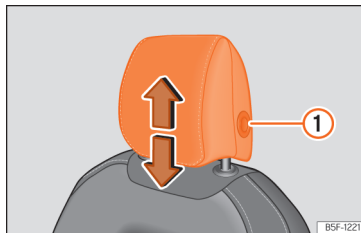
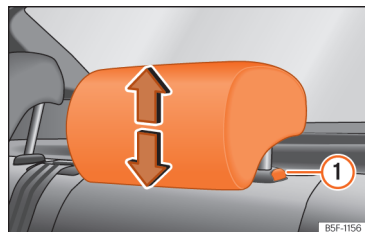

Fig. 97 Scaunul față: reglarea tetierei.
Fig. 98 Tetiera spate: reglarea tetierei.
- Apucați cu ambele mâini părțile laterale ale tetierei și împingeți în sus în poziția dorită. Pentru coborârea tetierei, repetați aceeași acțiune apăsând butonul de pe partea laterală ①
- » » fig. 97, » » fig. 98.